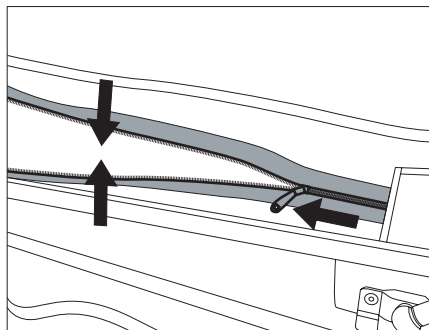

Bild 39 Avlasta blixtlåset
- ▶ Dra ner det skjutbara taket när blixtlåset ska stängas så att blixtlåset inte står under spänning (Bild 39).
- ▶ Dra det skjutbara taket något nedåt och stäng blixtlåset (Bild 39).